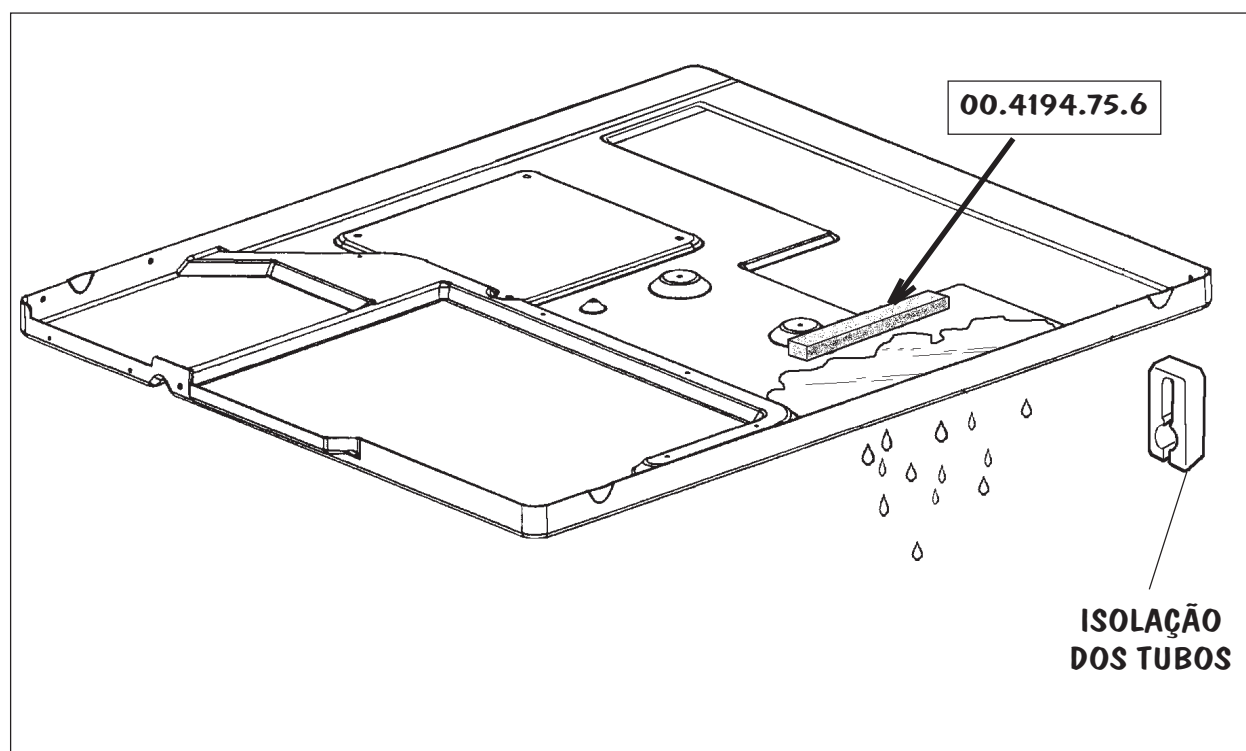

Fig.04
- Retirar a isolação que separa os Tubos (veja fig.04);